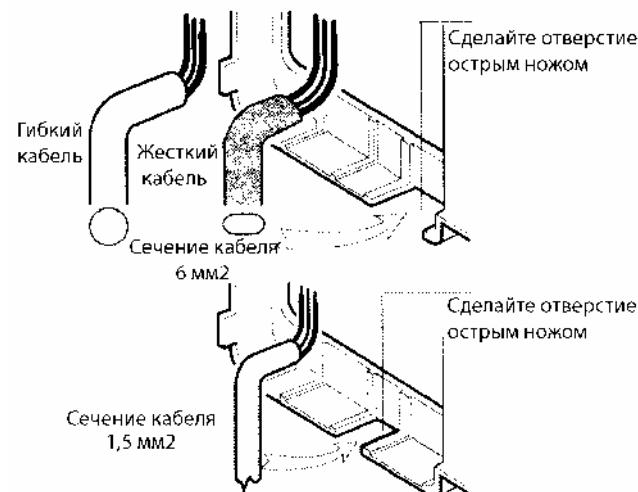

Рис. 5 Отверстия для электрического кабеля
5.8 Кабель может быть установлен сзади (рекомендуемый вариант) или снизу. В задней крышки предусмотрены места для прокладки кабеля двух размеров. При выборе подсоединения снизу до установки водонагревателя на стену острым ножом сделайте соответствующее отверстие для кабеля (см. рис. 5).